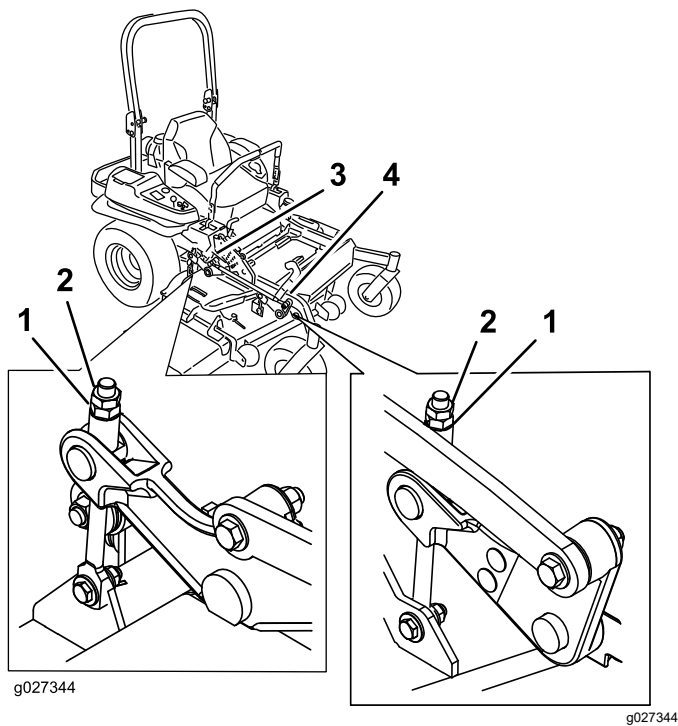

Figure 96
- Ajustez précisément le serrage de l'écrou de réglage sur l'ensemble de levage du tablier avant (Figure 96).
15. Ajustez précisément la vis de réglage en la tournant jusqu'à obtention d'une hauteur de 8,3 mm (3¼ po) (Figure 96).